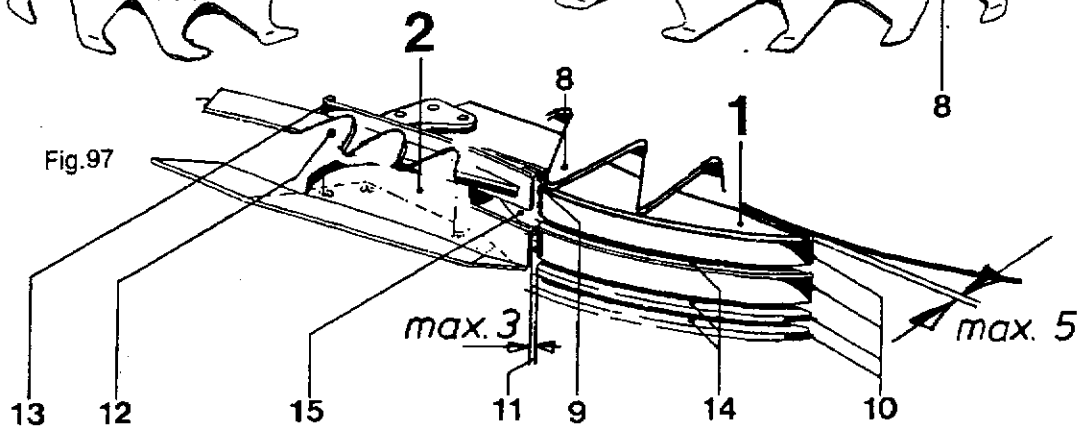

Fig. 97
Décrotteur (1) Fig. 97
Guide (2) Fig. 97